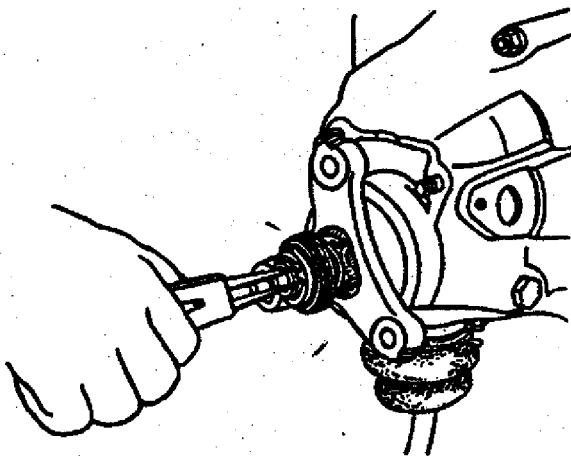

Fig. 3-14. Remoção do anel de retenção
5. Remover o anel de retenção da extremidade da árvore secundária (fig. 3-14).